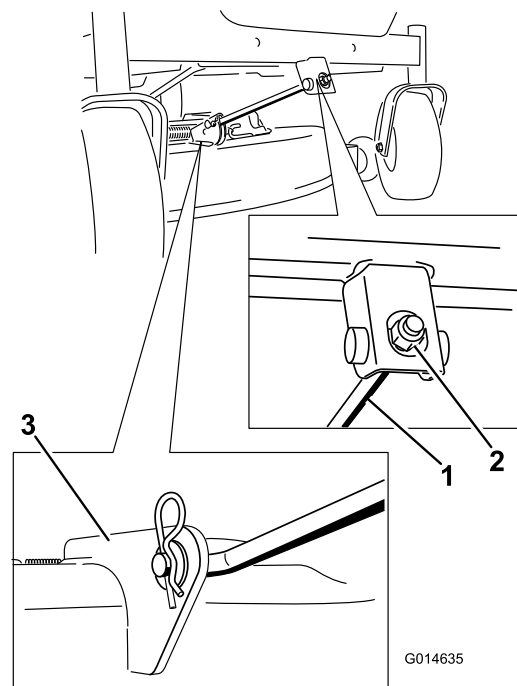

Bild 66
5. Entfernen Sie den Splint von der vorderen Stützstange und entfernen Sie die Stange von der Mähwerkhalterung (Bild 66).
6. Befestigen Sie die vordere Stützstange mit dem Lastösenbolzen und Splint am Mähwerk (Bild 66).